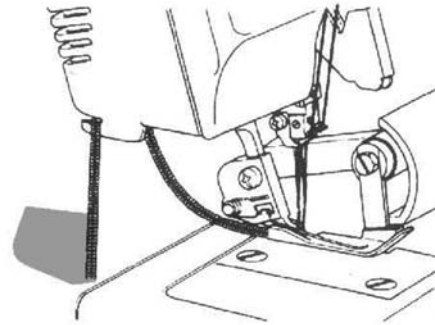

Abb.52
- Schneiden Sie die Leerkette mit Hilfe des Schneidmessers hinten an der Maschine ab (Abb. 52).